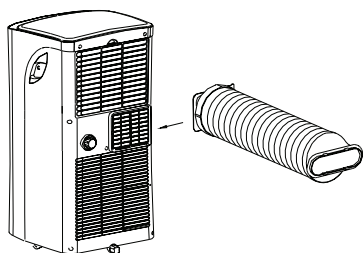

Abb.18
2. Drücken Sie den Abluftschlauch in die Luftauslassöffnung der Pfeilrichtung entlang (siehe Abb.18).